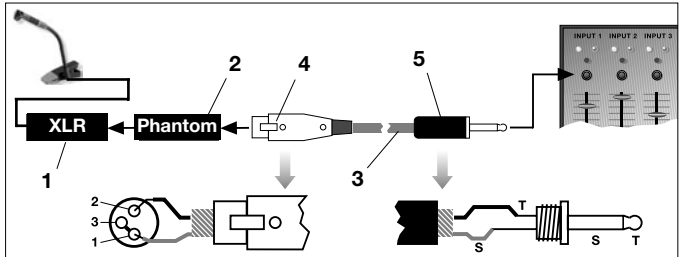

Abb. 2: Anschluss an asymmetrischen Eingang
1. Verbinden Sie im XLR-Stecker (4) mittels einer Drahtbrücke Stift 1 mit Stift 3 und mit der Abschirmung. Siehe Abb. 2.
2. Verbinden Sie die innere Ader des Kabels mit Stift 2 des XLR-Steckers (4) und der Spitze des Klinkensteckers (5).